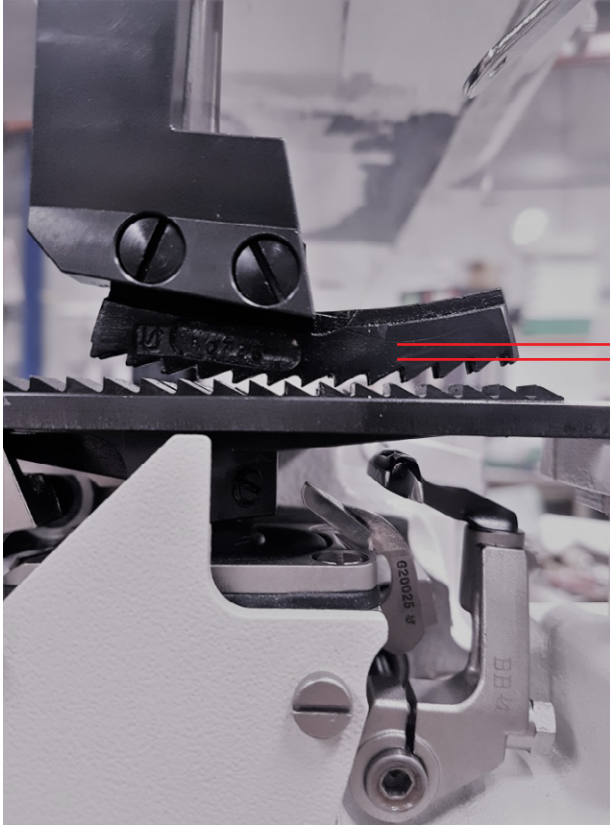

Fig. 1
1. Turn the lower feed (Fig. 1) into the highest position (height of teeth visible above throat plate).
1. Untertransporteur (Fig. 1) in die höchste Stellung (Zahnhöhe über Stichplattenoberkante) drehen.